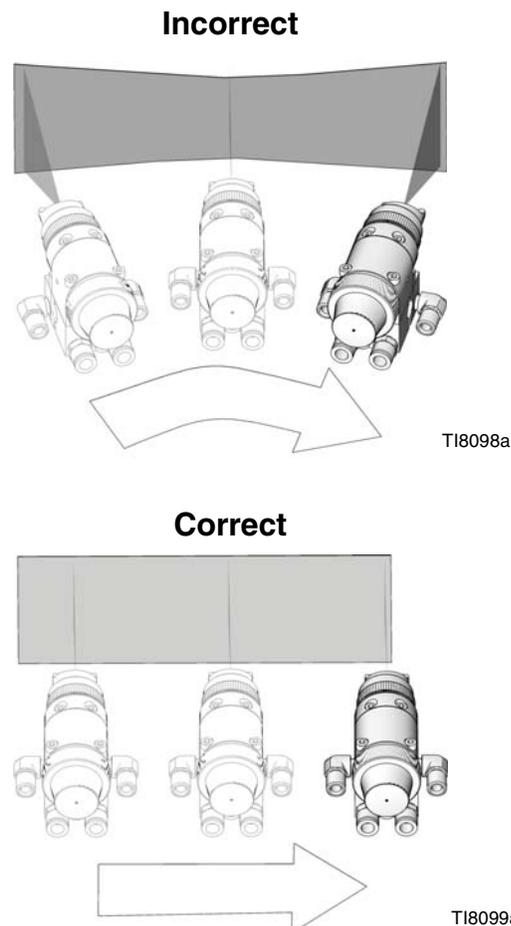

FIG. 10 : Méthode de pulvérisation correcte
- Effectuer des passes lisses et parallèles sur toute la surface à peindre avec un recouvrement de 50 %. Voir FIG. 10.